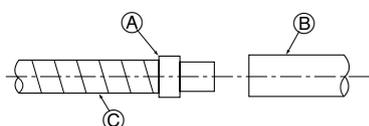

Fig. 5-1
5.1. Tubería de drenaje (Fig. 5-1)
- (A) Toma de conexión de drenaje
- (B) Tubería de desagüe suministrada por el instalador
- (C) Manguera de drenaje de la unidad interior